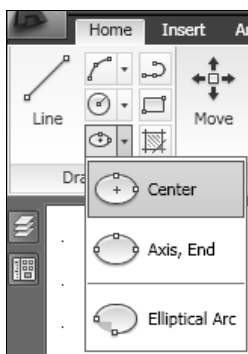

Рис. 6.14. Графическое меню с опциями построения эллипса
4. На запрос о вводе координат второй точки перемещения нажмите клавишу <Enter>. Отрезок, полностью охваченный секущей рамкой, перемещается без растягивания, а боковые отрезки, у которых только две вершины расположены внутри секущей рамки, растягиваются (рис. 6.14).
Построение эллипсов выполняется заданием двух осей. Можно задать одну из осей и расстояние между центром эллипса и концом второй оси или ввести его центр, конечную точку одной из его осей и длину другой (рис. 6.14).